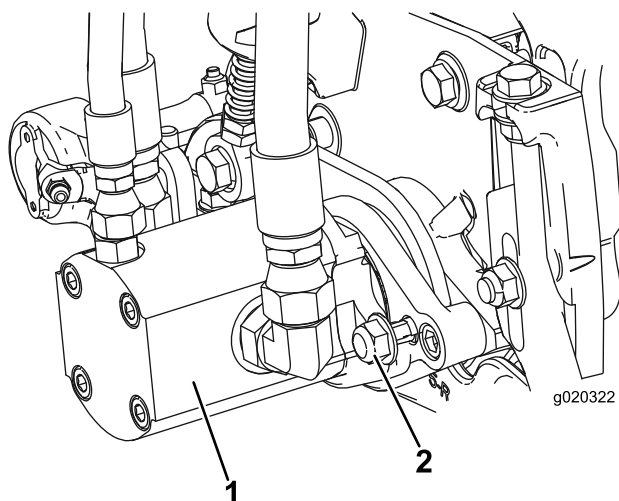

Figura 10
15. Instale el motor girándolo en sentido horario de modo que las bridas del motor no choquen con las contratuercas (Figura 10). Gire el motor en sentido antihorario hasta que las bridas rodeen las tuercas, luego apriete las tuercas.